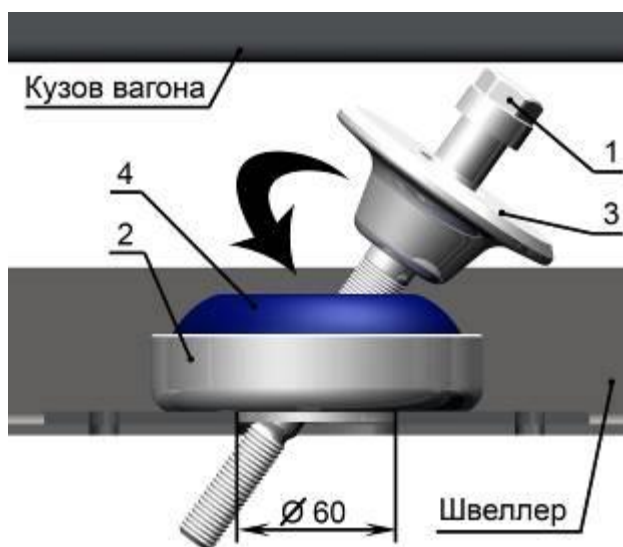

Рис.3
2.3.2 Нанизать на шток болта несущего 1 упор верхний 3 (с риской). Завести болт несущий и упор верхний в швеллер и развернуть его резьбовой частью к отв.Ø60мм. Продеть болт несущий 1 с упором верхним 3 в отв.Ø60мм (рис.3).